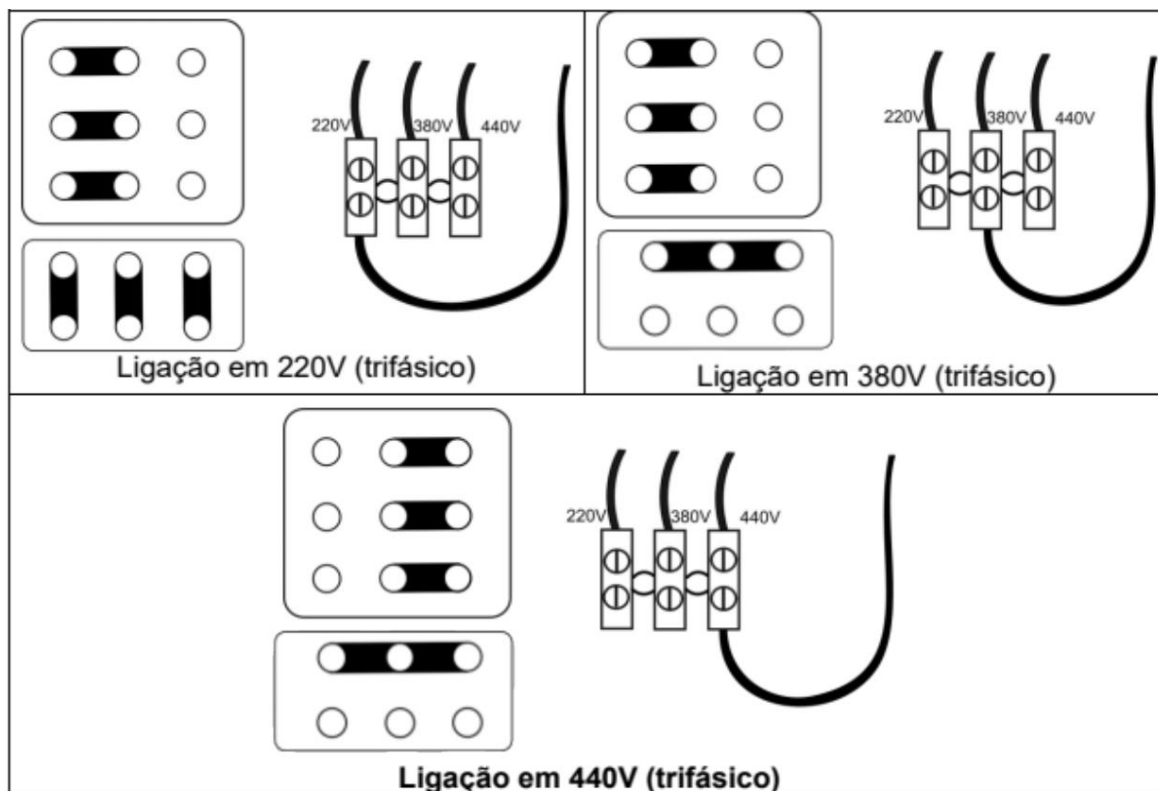

Figura 2 - Esquema de ligação Vulcano MIG 465 440 V.
- Realizar a conexão conforme a figura 2 – de acordo com a tensão da sua rede elétrica – tanto no transformador principal como no transformador auxiliar;